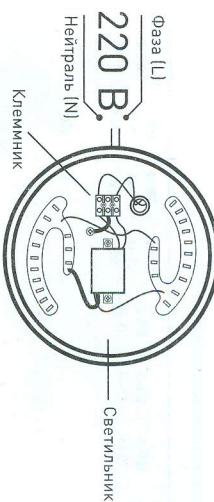

Рис. 1. Схема подключения светильника к сети 220В.
3.3.2. Для подключения светильника необходимо подвести к проводу источника питания с помощью внешнего клеммника (в комплект не входит) в соответствии со схемой, изображенной на рис. 1.